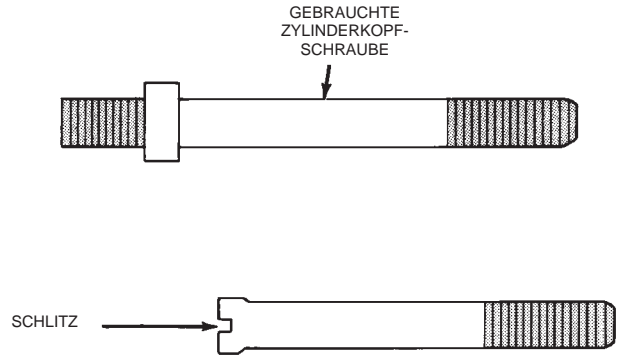

Abb. 37 Herstellen der Paßstifte
(1) Aus gebrauchten Zylinderkopfschrauben zwei Paßstifte herstellen (Abb. 37). Hierzu möglichst lange